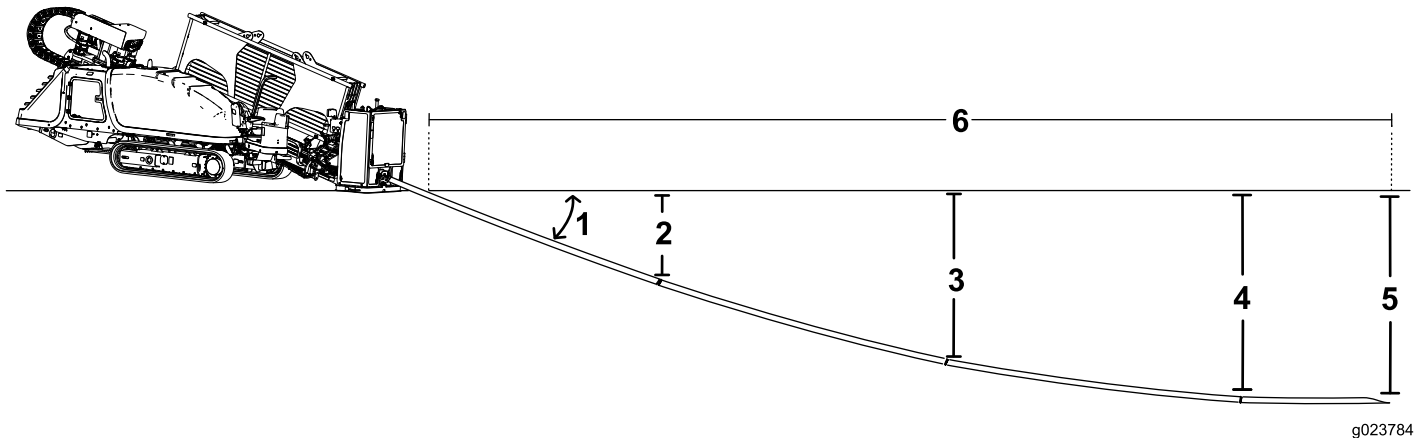

Bild 29
- Senken Sie die ersten 3 m der Bohrkronen bzw. des Rohrs ohne Lenkung in den Boden. Das Ende der Bohrkronen befindet sich in 53 cm Tiefe (Bild 29).